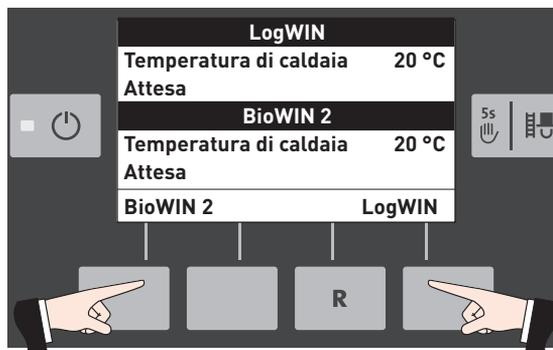

Fig. 5 Visualizzazione standard
Premendo il tasto **BioWIN 2** o **LogWIN**, si passa alla visualizzazione della rispettiva caldaia – Fig. 5.
- ▶ Con la voce menu Panoramica si ritorna alla visualizzazione standard (Fig. 5).